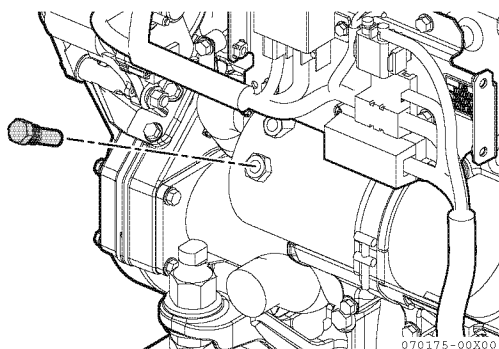
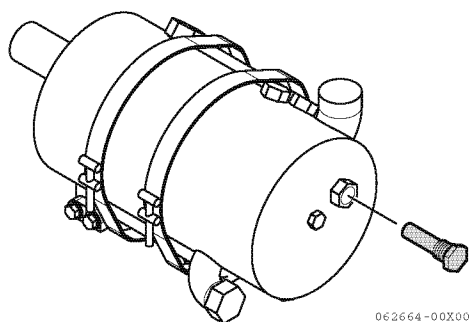
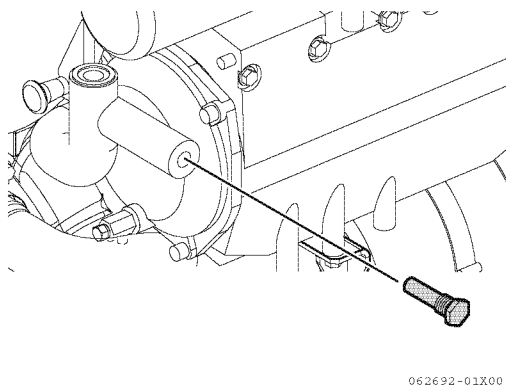

Figura 11
Figura 12
Figura 13
3. Retire todos los tapones (Figura 11), (Figura 12) e (Figura 13) que indican ZINC en la etiqueta (Figura 10).